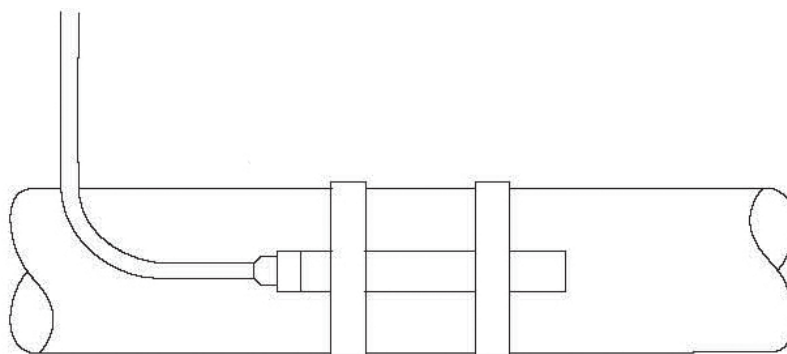

Fig. 3 Fixation de la sonde sur la ligne fluide à contrôler
- 3.4 Pour la version TA10P uniquement, le capillaire doit toujours être monté avec une certaine liberté de mouvement de façon à éviter toute restriction de déplacement de la sonde. Cette sonde doit être fixée par contact sur la tuyauterie dans laquelle circule le fluide ou sur la face externe du réservoir à contrôler (voir Fig. 3).